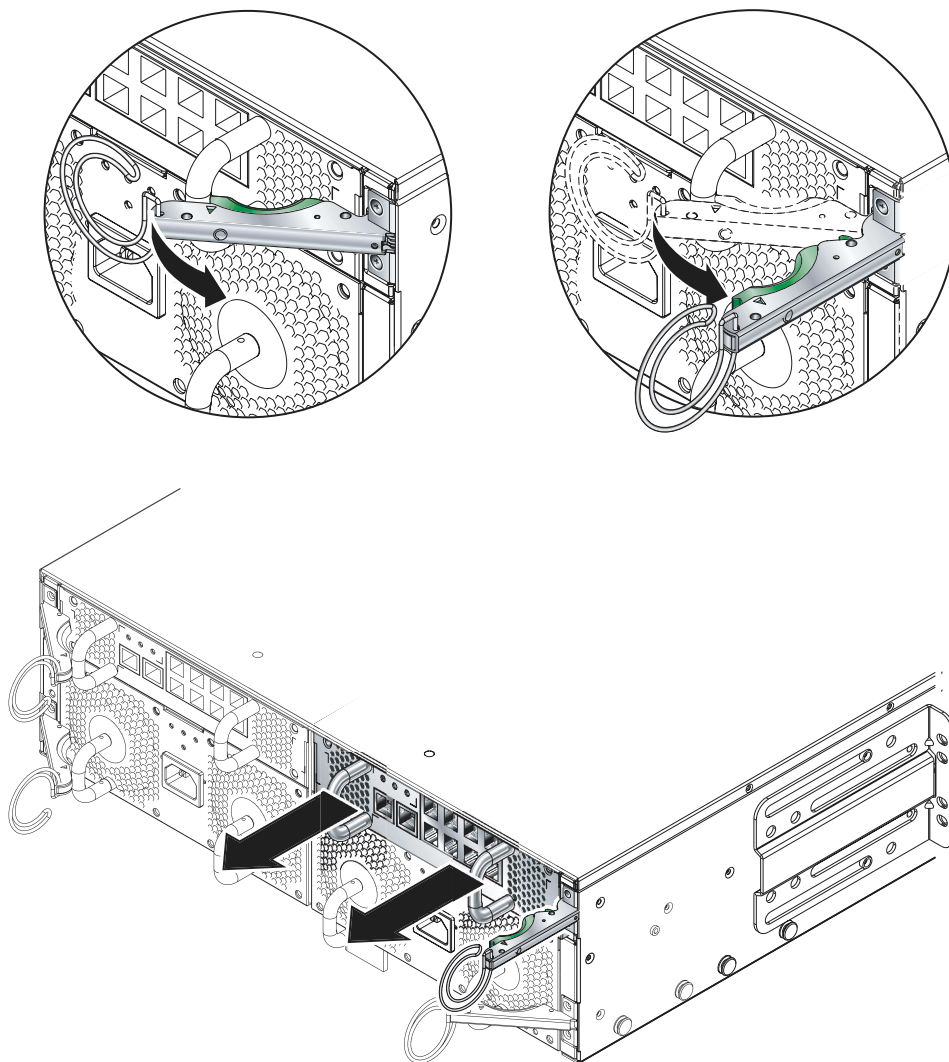

图 12-7 SSC 弹出杆
3. 压绿色的 SSC 弹出杆以解除其栓锁，然后朝您所在的方向拉弹出杆，从系统机箱上断开与 SSC 的连接（图 12-7）。
4. 检查弹出杆是否完全打开以及是否完全脱离 SSC 模块（图 12-7）。